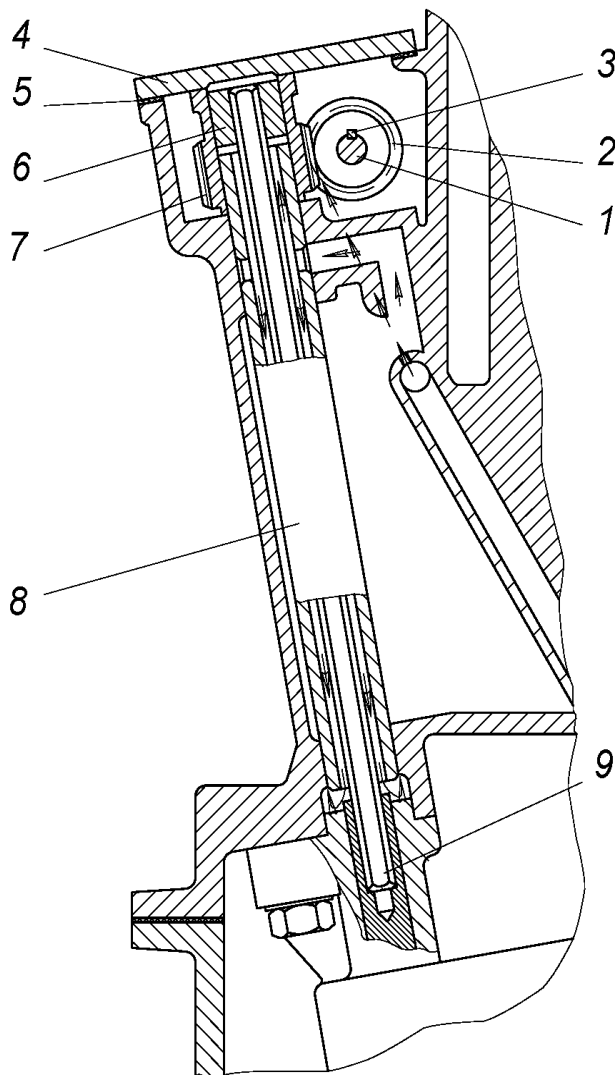

Рис.30. Привод масляного насоса:
От верхнего подшипника валика привода масляного насоса масло через поперечные сверления и внутреннюю полость валика подается для смазки нижнего подшипника валика и опорной поверхности ведомой шестерни 7 (рис.30) привода. Шестерни привода масляного насоса смазываются струей масла, разбрызгиваемой через отверстие в центральной масляной магистрали.
**Привод масляного насоса** (рис.30) осуществляется парой винтовых шестерен от промежуточного вала 1 привода распределительных валов.